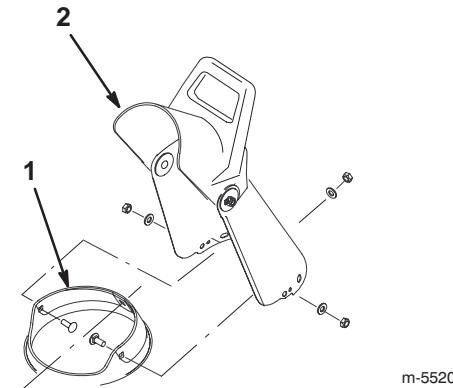

Figure 11
1. Placez l'éjecteur sur la couronne. Alignez les trous arrière de l'éjecteur et le trou au centre de la couronne (Fig. 11).
2. Introduisez une vis par l'intérieur dans le trou central de la couronne de l'éjecteur et dans le trou de l'éjecteur (Fig. 11).